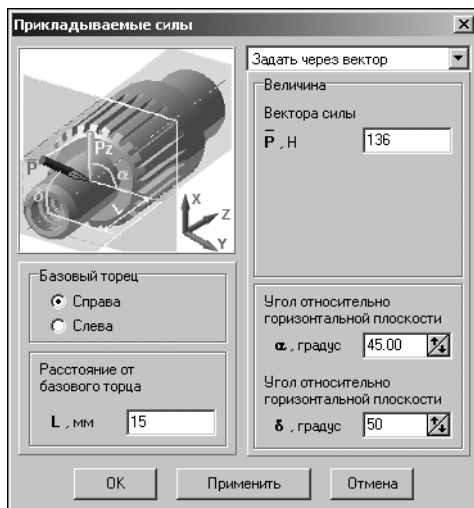

Рис. 6.2.
2. Из раскрывшегося списка выберите строку **Задать через вектор**. Окно **Прикладываемые силы** изменит вид и будет выглядеть так, как показано на рис. 6.2.